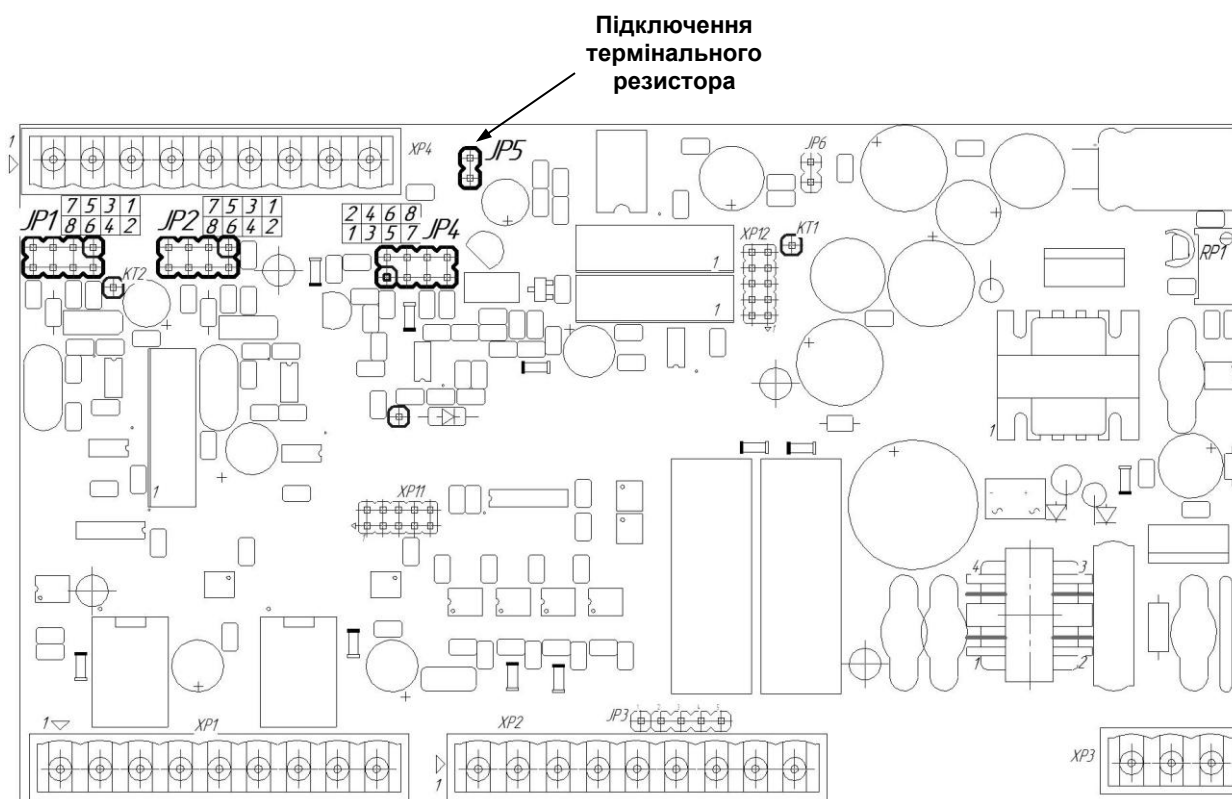

Рисунок 4.2 – Положення перемичок на платі входів БРУ-110Н
- встановити положення переминок на модулі універсальних входів у положення згідно з вибраним типом вхідного сигналу БРУ-110Н (таб. 4.1, рис. 4.2).
Діапазон зміни вихідного аналогового сигналу АТ встановлюється перемиками JP4 (див. рис. 4.2) на модулі універсальних входів/виходів. Типи вихідного сигналу та відповідні положення переминок наведені у таблиці 4.2